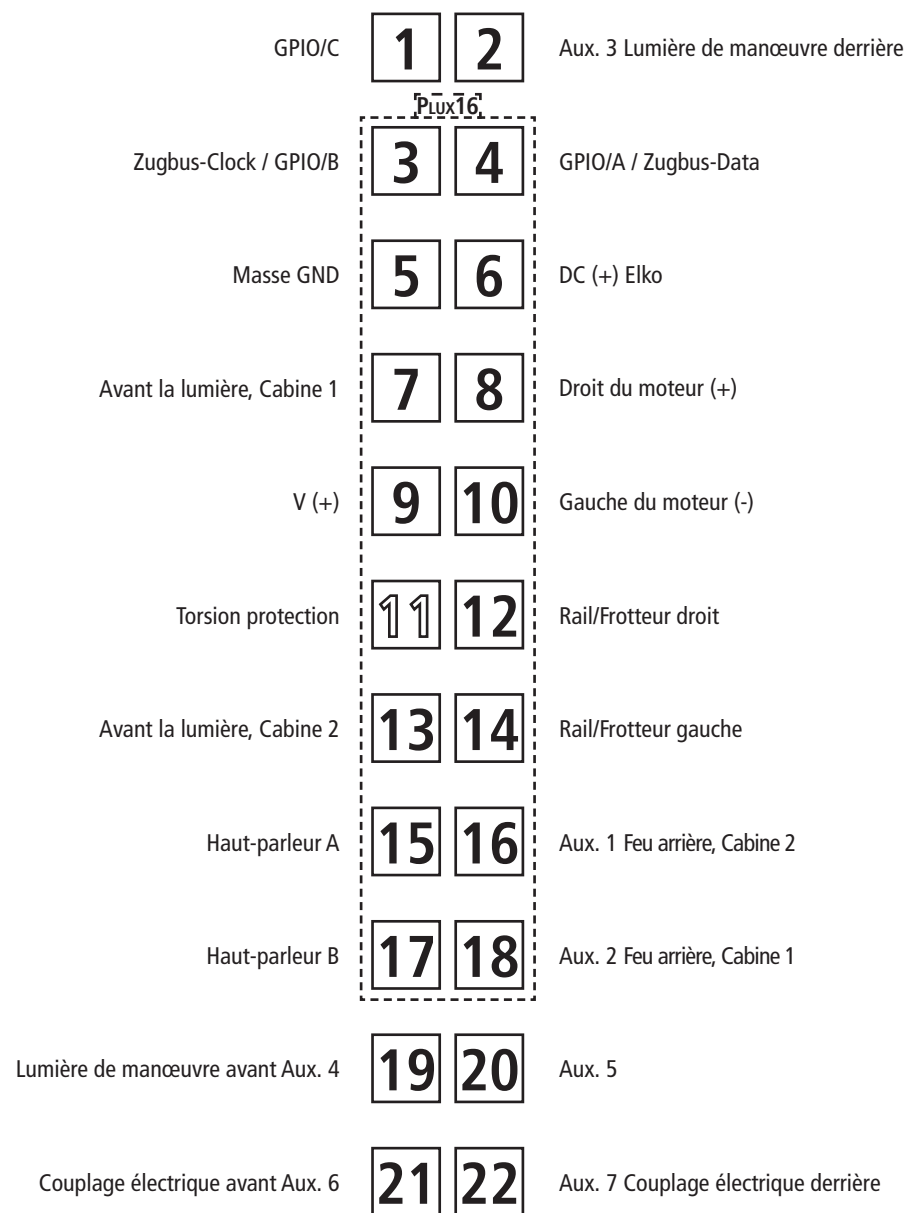

Fig. 5
4. Motorwechsel: Lokgehäuse abnehmen (Fig. 3). Danach wird der Motor ausgebaut und ausgewechselt (Fig. 5).
4. Motor Changing: First remove loco body (fig. 3), and then the motor (fig. 5).
4. Remplacement du moteur: Démontez la caisse (fig. 3). Démontez ensuite le moteur (fig. 5).